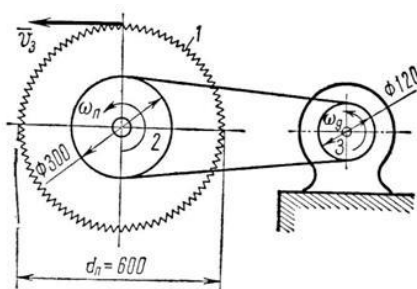

Рисунок 17
2. Диск пилы 1 имеет диаметр 600 мм. На валу пилы насажен шкив 2 диаметром 300 мм, а шкив соединен бесконечным ремнем со шкивом двигателя (рис. 17) диаметром 120 мм. С какой угловой скоростью должен вращаться шкив двигателя, чтобы скорость зубьев пилы не превышала 15 м/с?